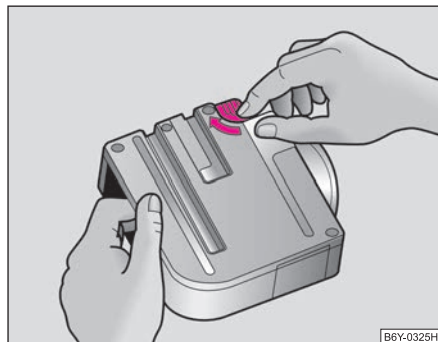

Fig. 101 Retirar los CDs
- Girar la palanca de liberación en sentido de la flecha ⇒ fig. 101.